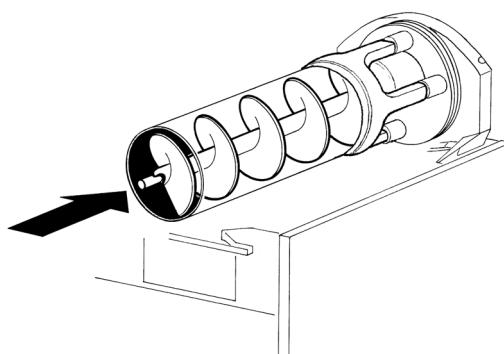

figura 13
- 5** Inserire l'elica interna nell'evaporatore facendo attenzione ad accompagnarla fino in fondo ed evitando di farle urtare la parete posteriore (vedere figura 13).